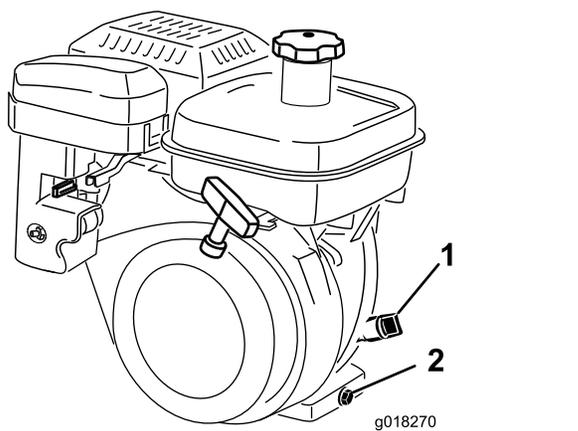

Рисунок 34
2. Установите машину таким образом, чтобы двигатель был расположен горизонтально, и очистите область вокруг масломерного щупа (Рисунок 34).
3. Извлеките масломерный щуп, повернув его против часовой стрелки (Рисунок 34).
2. В задней части машины подставьте сливной поддон под пробку сливного отверстия (Рисунок 34). Ослабьте затяжку пробки сливного отверстия.